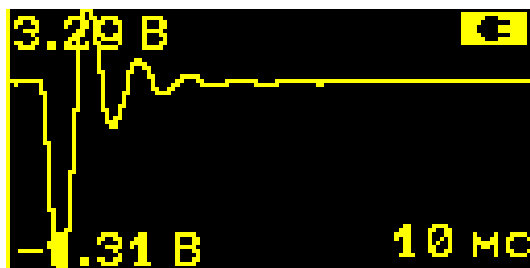

Рисунок 3.20. Индикация параметров импульса ЭДС самоиндукции на входе веберметра
- в режиме измерений нажатие на эту клавишу после окончания измерения приводит к отображению на дисплее параметров входного напряжения веберметра (импульса ЭДС самоиндукции). Индицируются форма импульса (отмасштабированного для отображения на дисплее), приводятся для справки максимальное и минимальное значения напряжения импульса, а также установленное время интегрирования (рисунок 3.20).